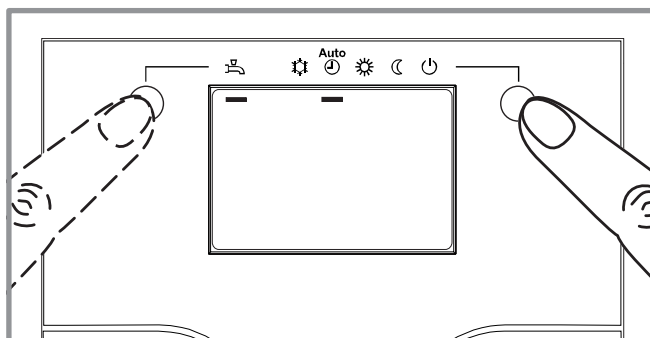

figure 5 - Sélection du régime de chauffe AUTO et puis du régime ECS (eau chaude sanitaire)
- Sélectionner le régime de chauffe "AUTO" (figure 5).
- Sélectionner le régime ECS (figure 5).